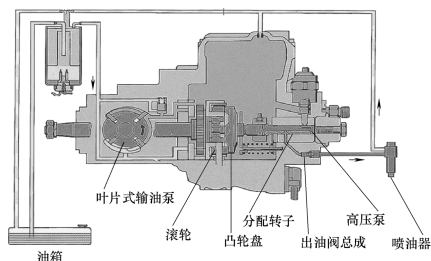
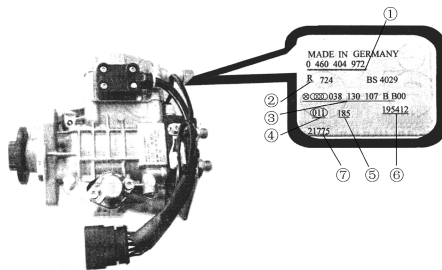

图 2-16 捷达 SDI 电控 VE 泵的内部结构
图 2-17 外部结构
捷达 SDI 电控 VE 泵的内部结构如图 2-16 所示,外部结构如图 2-17 所示。分配泵铭牌中各数组的含义为:①博世公司订货号;②旋转方向(从输入端看);③大众公司备件号;④制造厂家代码(德国本土);⑤生产日期;⑥产品序号;⑦产品批次号。